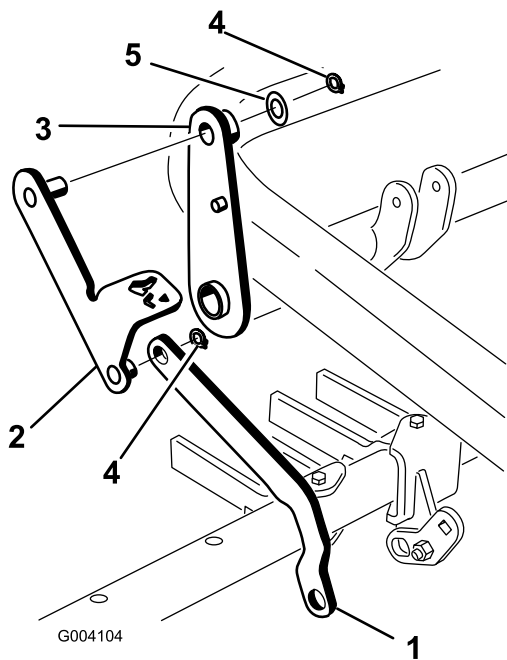

図 15
- ツールバーリンクをペダルレバー・アセンブリに通し、リテーナリングで固定する(図 15)。
4. ペダルレバー・アセンブリのもう一方の端部の棒部をレバー・アセンブリの先端部に取り付け、ワッシャ (7/8 インチ) とリテーナリングで固定する (図 15)。